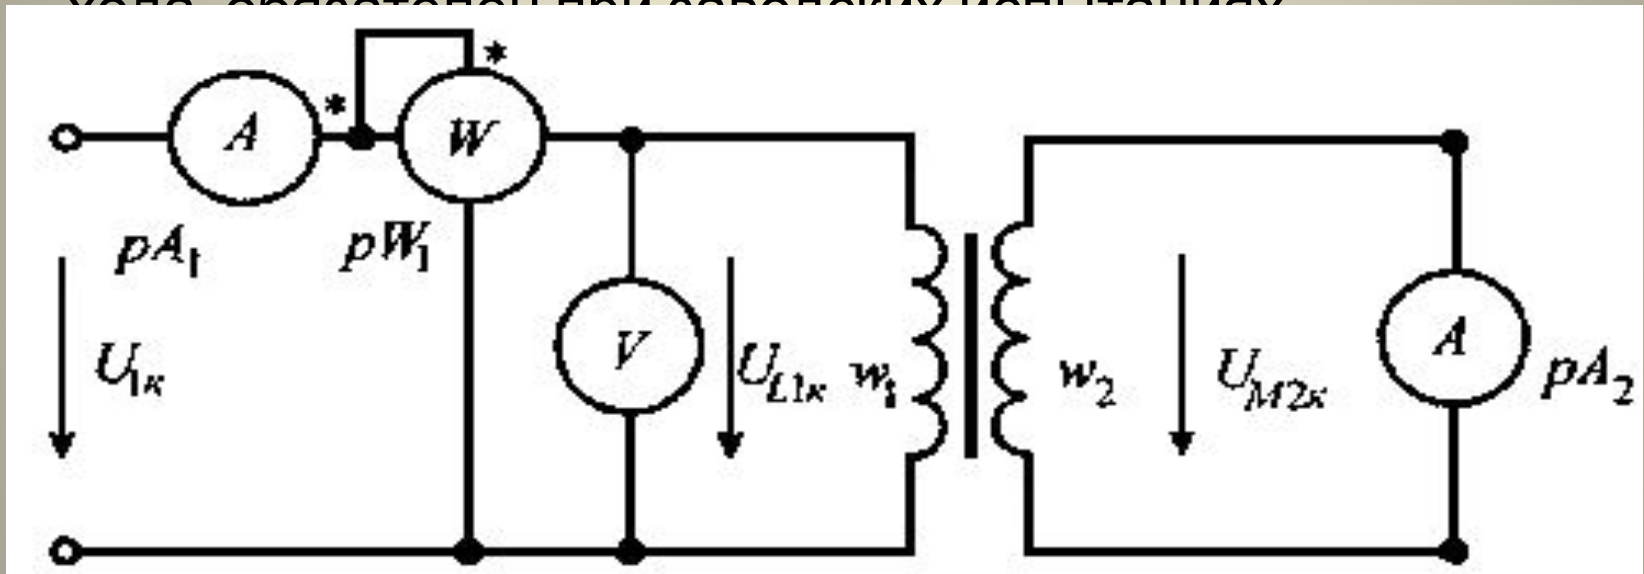

Рис. 4.5. Схема электрической цепи для проведения опыта короткого замыкания трансформатора
- Опыт короткого замыкания (рис. 4.5), как и опыт холостого хода, осуществляется при свободных магнитных